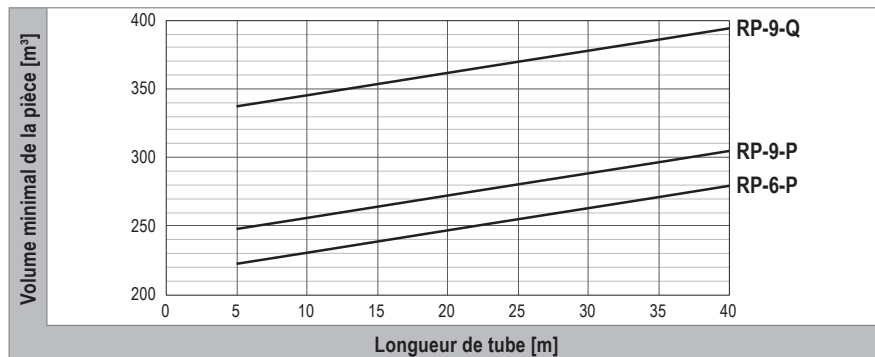

Fig. 3: Volume minimal de la pièce en fonction du volume de remplissage total de fluide frigorigène selon EN 378
- Le volume de la pièce correspond aux valeurs minimales représentées dans la Fig. 3 de sorte que la valeur QLMV admissible ne soit pas dépassée.